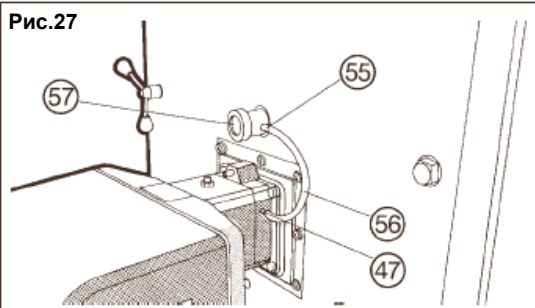

Рис.28
Подобным образом, ослабить зажимную гайку (2) на стороне дверных зажимов. Рис.28. Затянуть два шарнирных болта (3) параллельно с двумя зажимами (1), пока весь внешний контур дверцы не будет закрыт полосой уплотнителя на 2-3 мм.